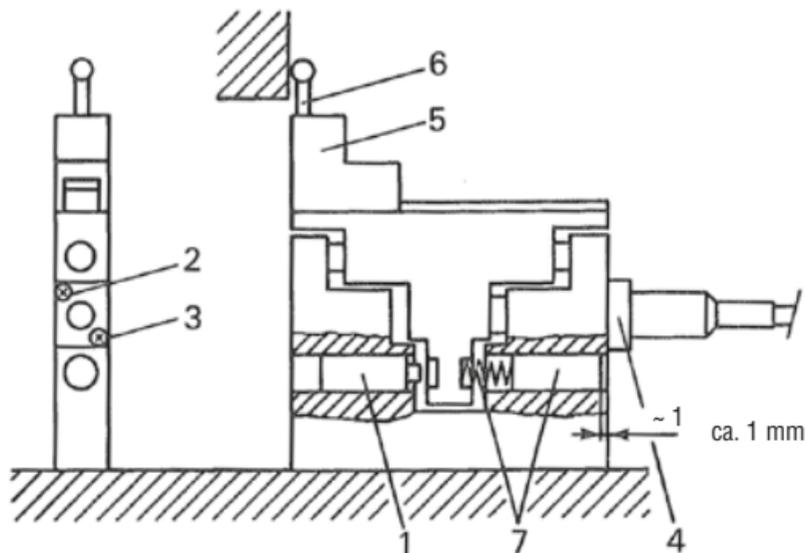

Abb. 5.
3. Anschlagschraube **1** (Abb. 5) so einstellen, dass sich der Taster ungefähr im elektronischen Nullpunkt befindet (im Werk wird der Taster so eingeregelt, dass sein beweglicher Teil gegenüber dem festen Teil zentriert ist, wenn er im elektronischen Nullpunkt steht).
4. Messeinsatzhalter **5** und Messeinsatz **6** montieren. Messeinsatz **6** ausrichten und festziehen (Abb. 5)
- Bewegliche Spule **4** (Abb. 5) mit Hilfe der zwei Schrauben **2** und **3** verschieben, bis sich der Taster ungefähr ± 10 Mikrometer vom elektronischen Nullpunkt entfernt befindet. Da die Schraube **2** als Axialanschlag dient und die Schraube **3** die Spule **4** festlegt, sind beide Schrauben wechselweise zu lösen und festzuziehen. Wenn die Einstellung beendet ist, muss zuletzt die Schraube **3** festgezogen und damit die Spule blockiert werden.